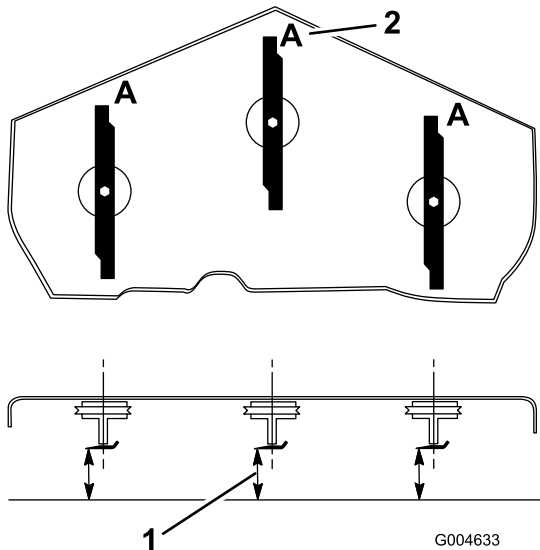

Bild 70
3. Drehen Sie die Schnittmesser, bis die Enden nach vorne und hinten gerichtet sind (Bild 70).
Hinweis: Messen Sie von einer ebenen Fläche bis zu den Schnittkante (Position A) der Messer (Bild 70). Notieren Sie diesen Wert.